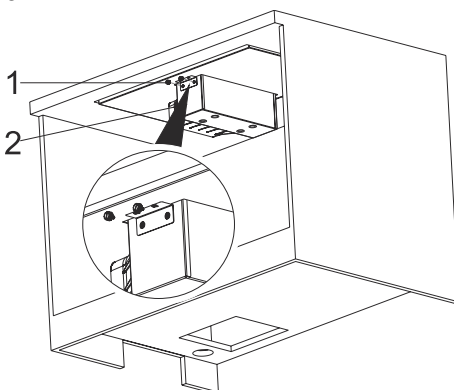

Fig. 16
6. Fäst nu behållaren med de medföljande fingerskruvarna (Fig. 16).